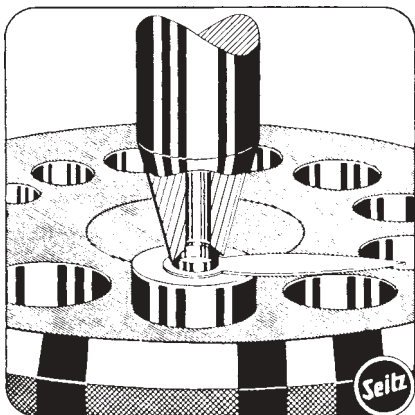

Abb. 31
**b)** Dient zum Verengen von Zeigerlöchern (Abb. 31)